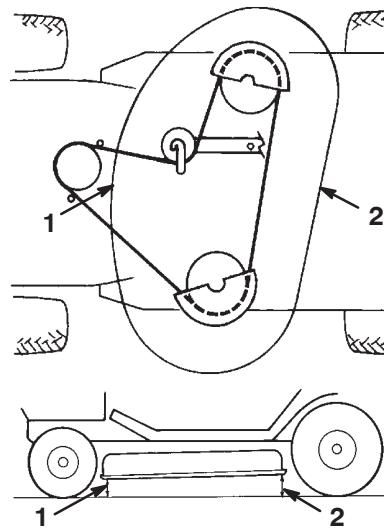

Bild 51
9. Messen Sie zur Prüfung der Schnittmesserneigung in Längsrichtung den Abstand zwischen der Mähwerkunterseite (Mitte vorne und Mitte hinten) und der ebenen Oberfläche (Bild 51). Wenn die Vorderseite nicht 3–10 mm tiefer liegt als die Hinterseite, ist eine Einstellung erforderlich.